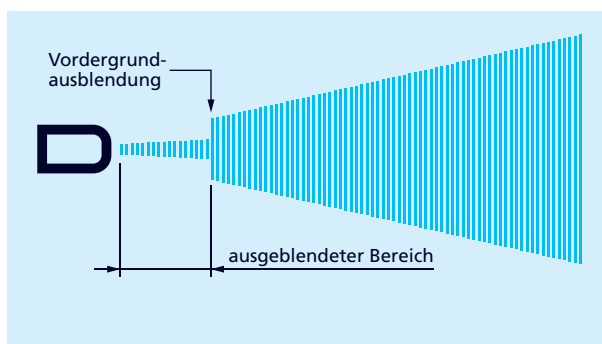

Bild 12: Messkonfiguration – Vordergrundaussblendung
– von der Blindzone bis zum eingestellten Wert – das Echo-signal unterdrückt (vgl. Bild 12).